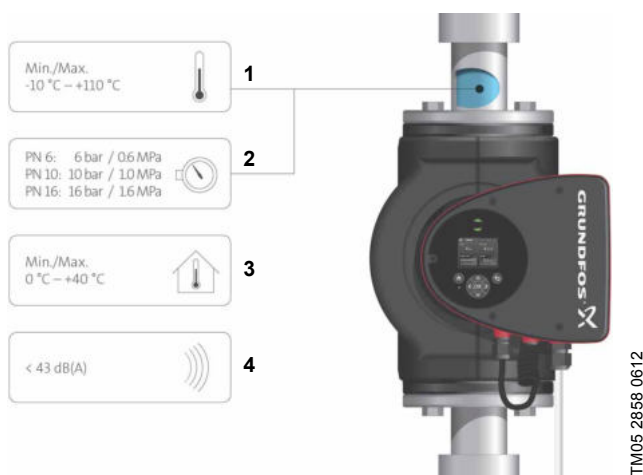

Fig. 2 Condições de funcionamento
Consulte a fig. 2, pos. 1.
Consulte a fig. 2, pos. 2.
Consulte a fig. 2, pos. 3.
Consulte a fig. 2, pos. 4.